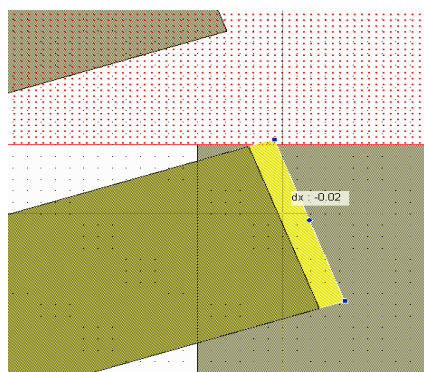

Рис. 7.71
11. Увеличьте отображение проводников на выходе фильтра. Верхний угол нижнего проводника в последних связанных линиях может немного не доходить до выходного проводника или располагаться несколько выше. В таком случае дважды щёлкните по нижнему проводнику связанных линий и продлите (или укоротите) этот проводник (рис. 7.71).
14. Увеличьте отображение соединения выходного проводника с наклонным проводником фильтра (т.е. область, показанную на рис. 7.71). Щёлкните по выходному проводнику, чтобы выделить его, и сдвиньте этот проводник вправо так, чтобы его вершина совпала с верхней вершиной нижнего проводника последних связанных линий.